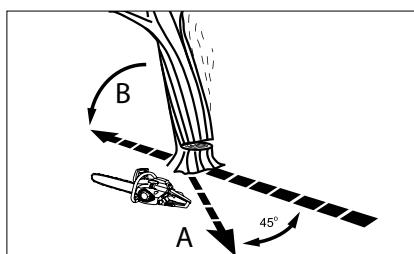

Fig. 14
**Tracciare in anticipo la via di fuga (A) e liberarla da eventuali ostacoli prima di effettuare i tagli.**
**La via di fuga deve essere in direzione opposta alla direzione in cui si prevede che l'albero cada (B) (fig. 14).**